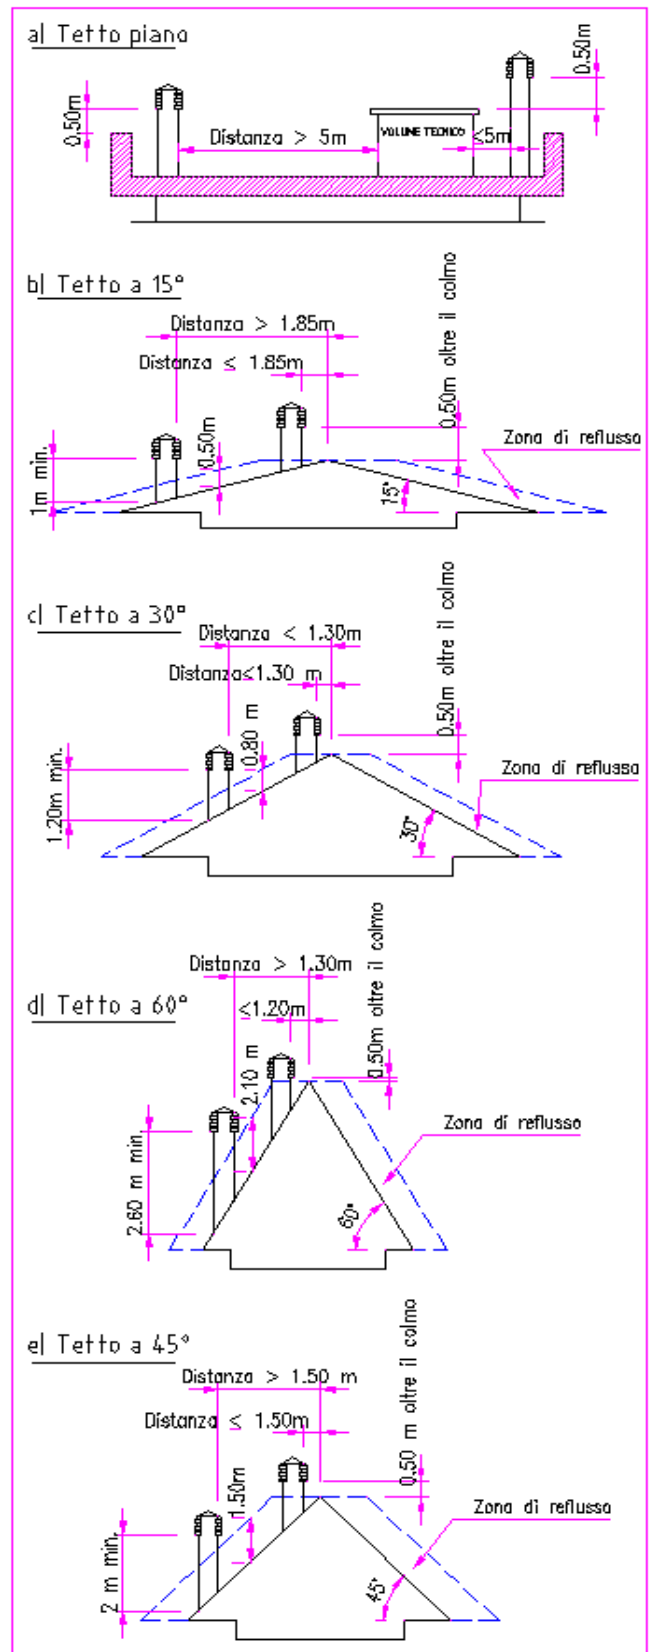

Fig.4
Il tipo (B) e (C) non sono antivento. L'area dei fori per l'evacuazione fumi deve essere il doppio dell'area della canna fumaria e essere conformato in modo che, anche in caso di venti in ogni inclinazione e direzione, sia assicurato lo scarico dei fumi. Deve impedire l'entrata della pioggia della neve e eventuali animali. La quota di sbocco in atmosfera deve essere al di fuori della zona di reflusso provocata dalla conformazione del tetto o da ostacoli che si trovano in prossimità (fig.4).